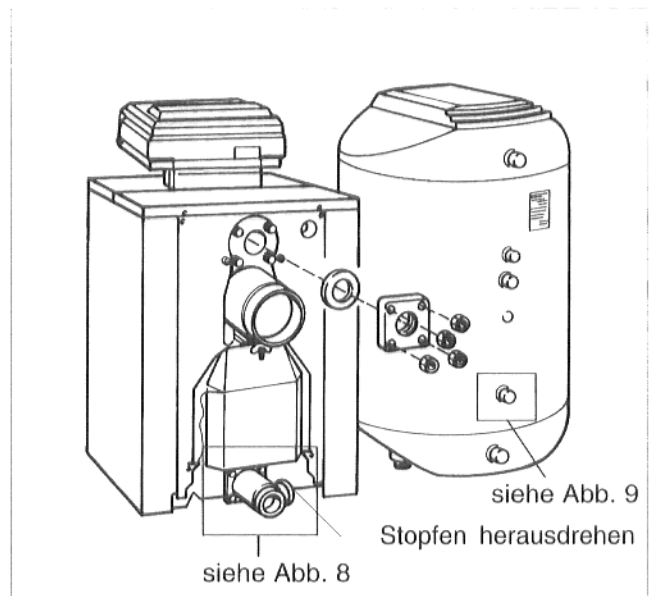

Abb. 7
- Stopfen aus dem seitlichen Abgang des Rücklauf-Formstückes herausdrehen (Abb. 7).